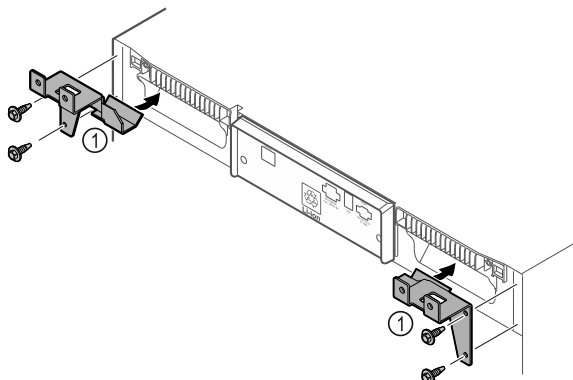

Fig. 12
- ▶ Zamontować części mocujące Fig. 12 (1) na urządzeniu przy użyciu śrub samogwintujących.